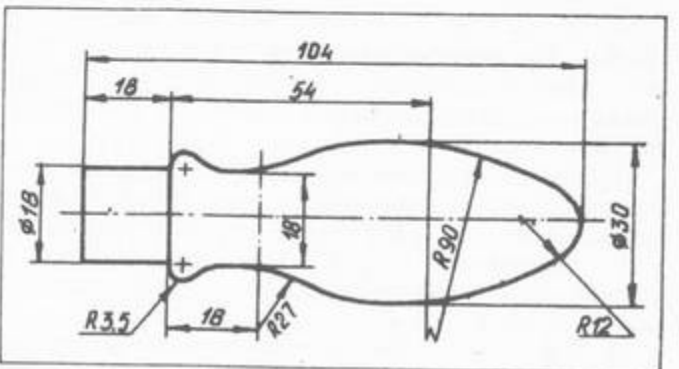

Рис. 4
14. Определите последовательность точения на станке деревянной ручки для напильника, показанной на рис. 4, и пронумеруйте в нужном порядке операции. 1. Выбрать заготовку. 2. Установить и закрепить заготовку в трезубце с помощью центра задней бабки. 3. Разметить и накернить торцы заготовки. 4. Обточить цилиндр $\varnothing 33$ мм на длине 135 мм. 5. Прострогать рубанком ребра заготовки с целью придания ей формы восьмигранника. 6. Разметить обточенную заготовку по длине. 7. Обточить фасонную поверхность. 8. Шлифовать изделие. 9. Контроль изделия. 10. Обточить цилиндр $\varnothing 18$ мм на длине 15 мм. 11. Обточить шаровую поверхность. 12. Зачистить торцы. 13. Отрезать изделие. Ответ: 1, 3, 5, 2, 4, 6, 7, 11, 10, 8, 13, 12, 9.